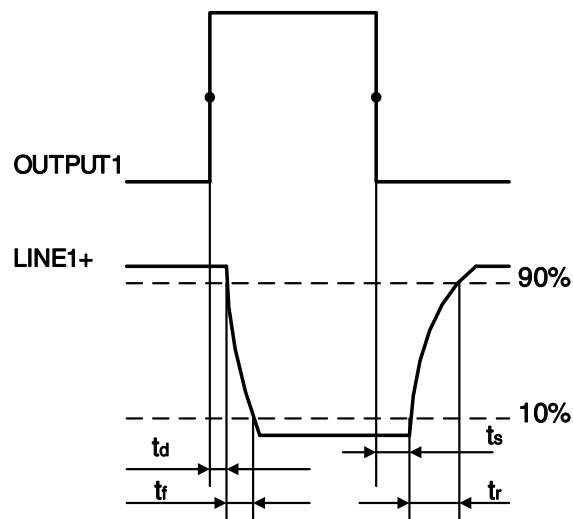

图 7-14 光耦隔离输出电路参数
- 上升沿延时= t_r+t_d : $<50\mu s$ ($0^\circ C\sim 45^\circ C$), 参数说明见图 7-14
- 下降沿延时= t_s+t_f : $<50\mu s$ ($0^\circ C\sim 45^\circ C$), 参数说明见图 7-14